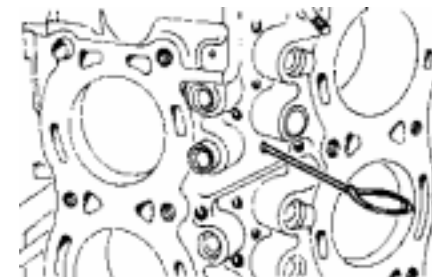

Рис. 1.23. Использование проволоки для снятия толкателей.
23. Установите двигатель на торец и при помощи изогнутой медной проволоки извлеките толкатели клапанов (см. Рис. 1.23). Положите толкатели к соответствующим штангам толкателей, чтобы впоследствии установить в прежние отверстия.